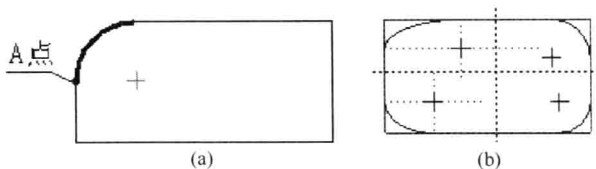

图 1-2 改变圆角和椭圆角的位置
3) 沿水平方向/垂直方向改变圆角的位置 (图 1-2) 在选取状态下,单击圆角的切点(圆角的端点),再按住左键沿水平或垂直方向拖动鼠标,可在不改变圆角的大小的情况下,改变圆角的位置。
当选择实体的边为参照时，用这两个工具可直接对实体的两个参照边倒圆或倒椭圆，如图 1-2 所示。